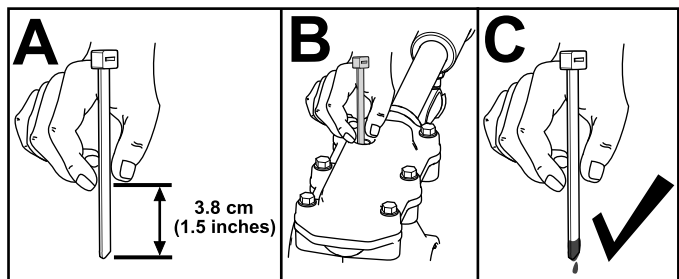

Figura 29
- Controllate il livello dell'olio utilizzando un dispositivo di misurazione idoneo, come una fascetta per cavi pulita. L'olio deve trovarsi a circa 3,8 cm sotto l'apertura di riempimento (Figura 29).